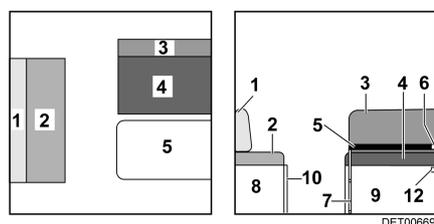

Fig. 46 Avant la transformation
- Enlever le coussin de dossier (Fig. 46,1) et le coussin d'assise (Fig. 46,2) de la banquette longitudinale et les placer de côté.